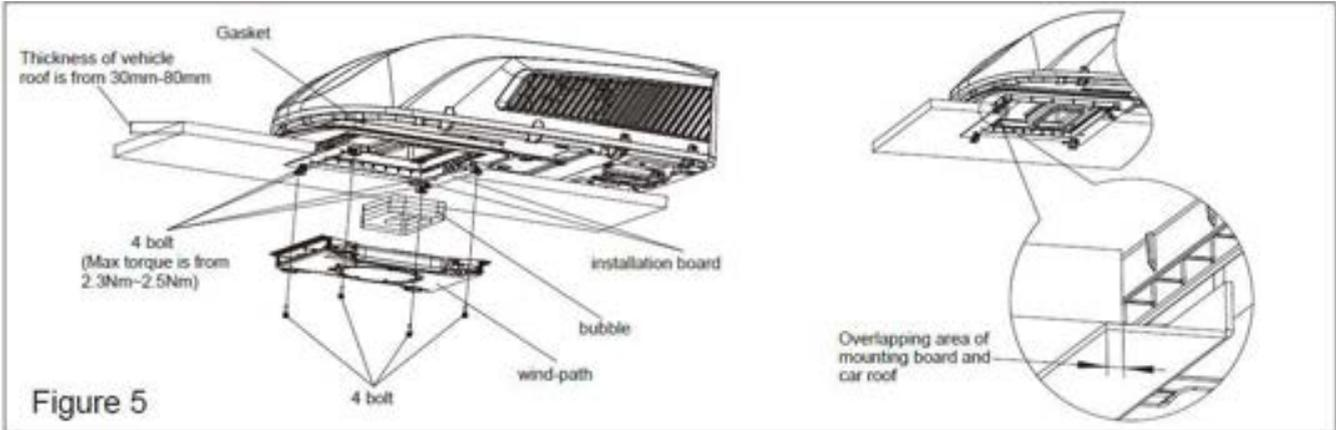

Figure 5
4. Heben Sie dann das Außengerät auf das Dach des Fahrzeugs und richten Sie es an der Öffnung auf der Oberseite des Fahrzeugs aus. Verwenden Sie 2 Befestigungsplatten und vier Schrauben, um das Außengerät zu befestigen (Siehe Abb.5).
7. Installieren Sie die Schaumstoffbaugruppe am Lüftungskanal. Befestigen Sie den Lüftungskanal mit 4 Schrauben an der Befestigungsplatte. Nachdem Sie das Außengerät an das Innengerät angeschlossen haben, sehen Sie nach, ob sich die Schaumstoff-Baugruppe gelöst hat (Siehe Abb. 5).